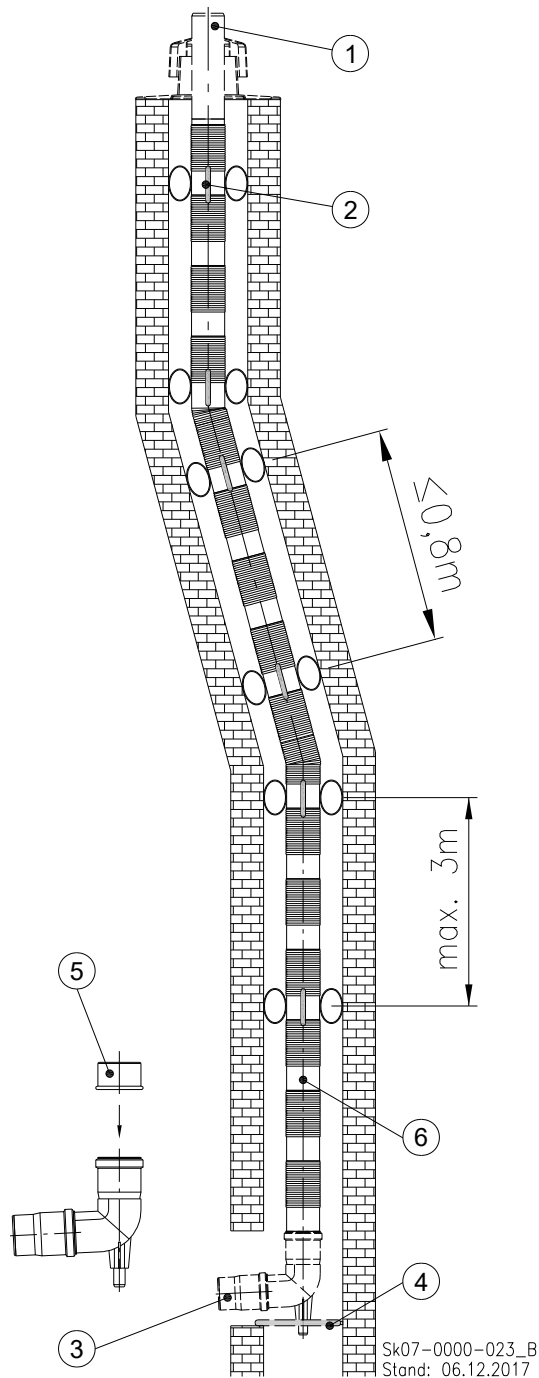
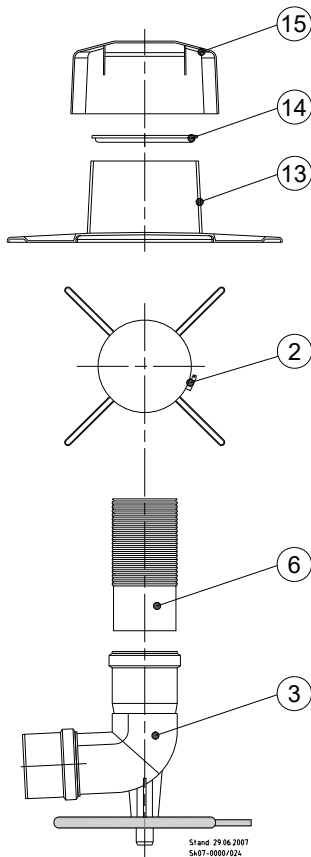

Abb. 27: Kaminsystem, flexibel
Abb. 29: Detail-Zeichnung Befestigung Schachtabdeckung
Legende zu Abb. 27:
- ➔ Säubern und entgraten Sie das Einsteckende des Abgasrohres ⑥ (s. Abb. 27).
- ➔ Reiben Sie das Einsteckende des Abgasrohres ⑥ mit säurefreiem Gleitmittel ein.
- ➔ Stecken Sie das sichtbare glatte Ende des Abgasrohres ⑥ in den auf dem Auflager sitzenden Stützbogen ③.
Legende zu Abb. 29:
②	Abstandhalter
③	Stützbogen mit Auflager
⑥	Flexibles Abgasrohr
⑬	Unterteil der Schachtabdeckung
⑭	Flexrohrklemme
⑮	Abdeckhaube
- ➔ Schieben Sie als erstes das Unterteil der Schachtabdeckung ⑬ (s. Abb. 29) über das Leitungsende Abgasrohr ① (s. Abb. 27).
- ➔ Spreizen Sie die Flexrohrklemme ⑭ auf.
- ➔ Schieben Sie die aufgespreizte Flexrohrklemme über das Leitungsende bis zum Unterteil der Schachtabdeckung ⑬.